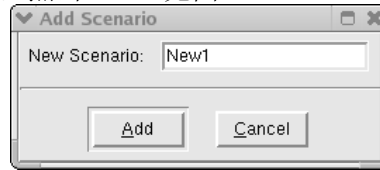

图 8 添加方案
5、在弹出的对话框中，输入 New1，点击 Add（见图 8）。